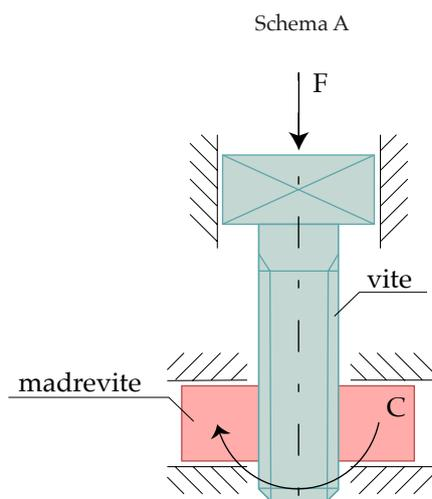

Fig. 3.32
**Schema A** [fig. 3.32]: la vite è vincolata al telaio fisso per mezzo di una guida prismatica, pertanto può traslare lungo il suo asse, invece la madrevite è vincolata al telaio attraverso una cerniera e di conseguenza può solo ruotare. È possibile far traslare la vite lungo il suo asse applicando una coppia  $C$  alla madrevite.